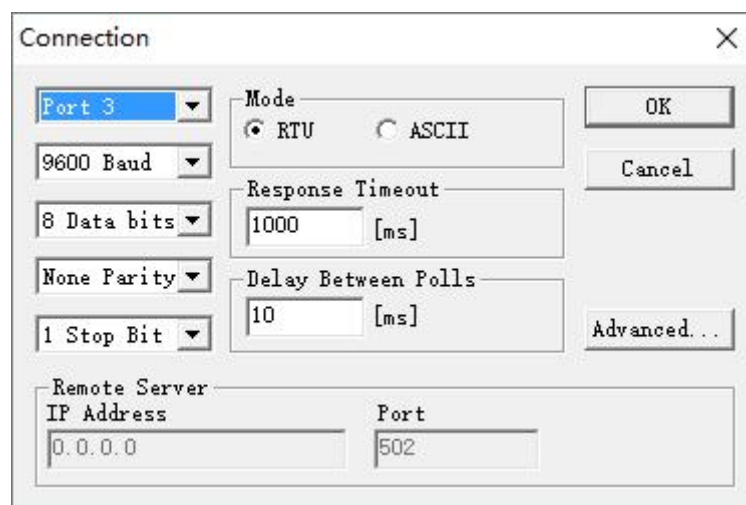

图 14 Connection 设置
(2) 点击菜单中的“Connect”项，按图 14 参数设置。端口号由用户实际使用的端口确定。